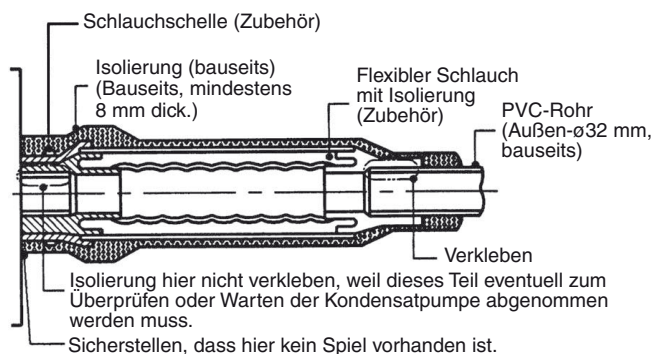

Abb. 3-8
- Die Schlauchschellen so festziehen, dass die Sicherungsmuttern nach oben weisen. (Abb. 3-8)